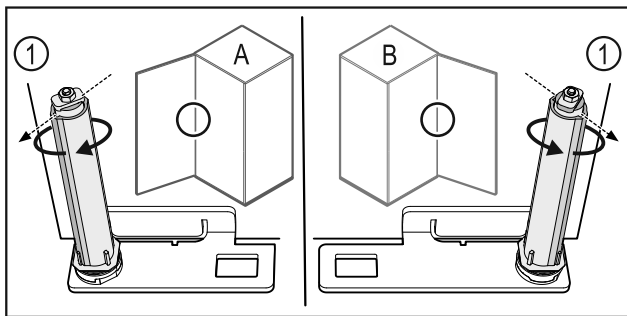

Fig. 50 Linksanschlag (A) / Rechtsanschlag (B)
- Schließsystem gegen den Widerstand drehen, bis der Steg des Schließsystems Fig. 50 (1) nach außen zeigt.